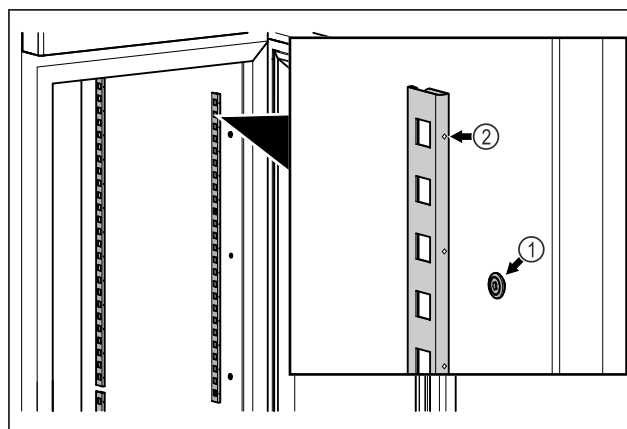

Fig. 85 Vejledende illustration
- Hægt glaslisterne Fig. 85 (1) fast i ophænget. Mærket Fig. 85 (2) skal pege fremad.